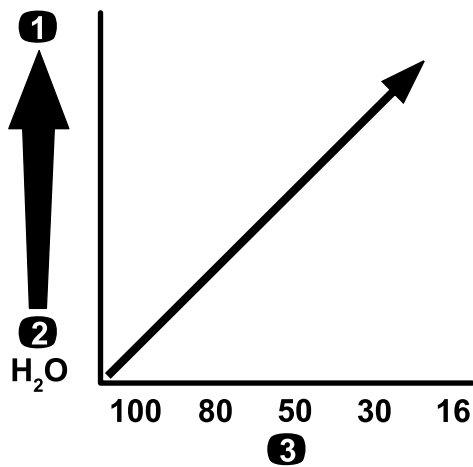

图 23
**重要事项** 当使用更高粘度更稠的化学品或含可湿性粉剂的溶液喷洒时可能需要使用适用于可选压力式过滤器的更粗网孔请参阅图 23。